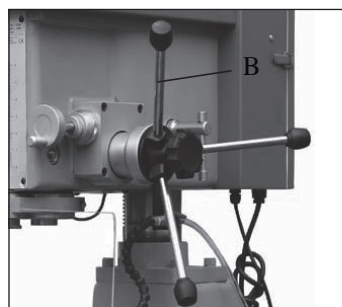
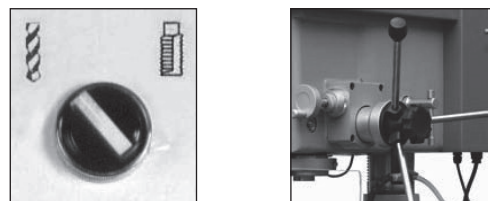

Fig. 5
Fig. 5.1
1. Tag fat i håndtaget (B, fig. 5), og træk nedad.
3. Brug håndtagene (B, fig. 5) til at kontrollere opstigningen, når spindlen hæves.
7. Anvend spindlens nedførlingshåndtag (B-fig. 5) til at placere bore spidsen på overfladen af arbejdsstykket og holde den der.
13. Anvend dybdehåndtaget (B, fig. 5) til at sænke fræseværktøjet til arbejdsstykket, og lås det i position ved at dreje værktøjets dybdelåseknapp (O, fig. 5.1). Dybdestoppet er nu låst på nul.
- Anvend dybdehåndtaget (B, fig. 5) til at placere borespidsen på overfladen af arbejdssemnet og låse pinolen med pinolens låsehåndtag (R, fig. 8).
- Anvend dybdehåndtaget (B, fig. 5) til at placere gevindskærespidsen på overfladen af arbejdssemnet og låse pinolen med pinolens låsehåndtag (R, fig. 8).
- Sænk spindlen til ca. 100 mm, og lås den vha. pinollåsen 5.3(R) eller låseknappen (O, fig. 5.1) på nedføringshåndtagene.